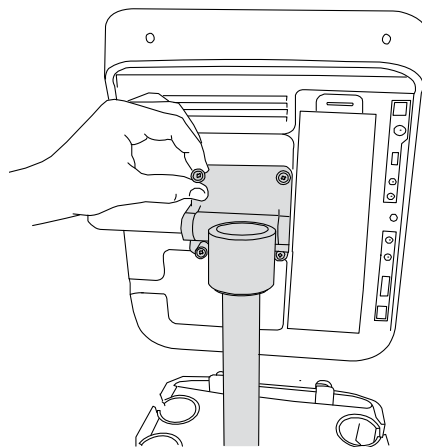

Figura 3 Avvitare le viti sulla piastra di montaggio
- 3 Avvitare le viti nei quattro angoli fino a fissare il sistema alla piastra. Utilizzare un cacciavite Phillips se necessario. Consultare Figura 3.
- 1 Sostenere il sistema per ecografia e allentare le viti nei quattro angoli della piastra di montaggio. Se necessario, utilizzare un cacciavite Phillips. Fare riferimento alla Figura 3.